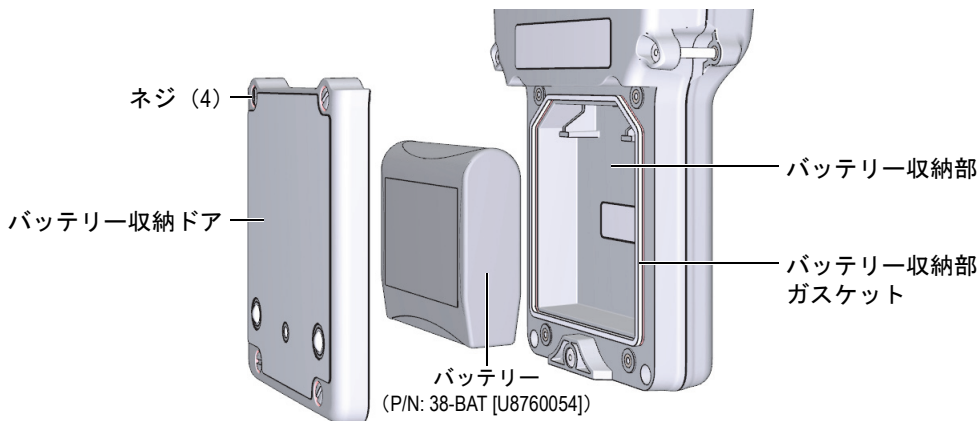

図 2-4 バッテリー収納部を開ける
バッテリーは、38DL PLUS の背面の収納部にあります（42 ページ図 2-4 参照）。
6. 装置の背面にあるバッテリー収納カバーの 4 本のネジを緩めます (42 ページ図 2-4 参照)。